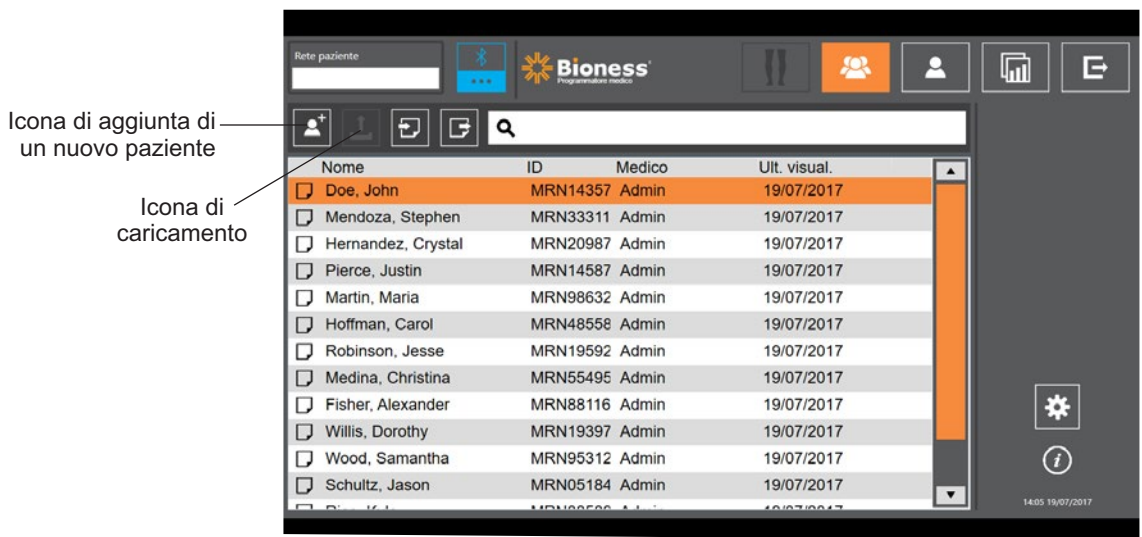

Figura 9-2: Icona di aggiunta di un nuovo paziente
- Dalla schermata del database pazienti, premere l'icona di aggiunta di un nuovo paziente (Figura 9-2).
2. Aprire la schermata del database pazienti ed evidenziare il paziente nell'elenco pazienti (Figura 9-2).
3. Premere l'icona di caricamento (Figura 9-2). Viene visualizzata una finestra contenente il messaggio "Pianifica tutti gli stimolatori del paziente: X,X". Premere il pulsante Continua.